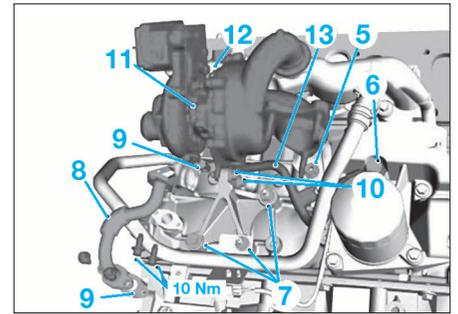

FIG. 35
- Déposer l'écrou (5) de fixation du tuyau d'alimentation d'huile de turbocompresseur (Fig.35).
- le boulon banjo (6) du tuyau d'alimentation d'huile de turbocompresseur.
- les vis et écrous de fixation (7) du support de turbocompresseur.
- Déposer le tuyau de retour d'huile (8) de turbocompresseur.
- Récupérer les joints du tuyau (9) de retour d'huile.
- les vis de fixation (10) du turbocompresseur sur le support.
- le turbocompresseur (11)
- Desserrer le raccord banjo (12) du tuyau d'alimentation d'huile sur le turbocompresseur.
- Séparer le tuyau d'alimentation d'huile (13) du turbocompresseur.